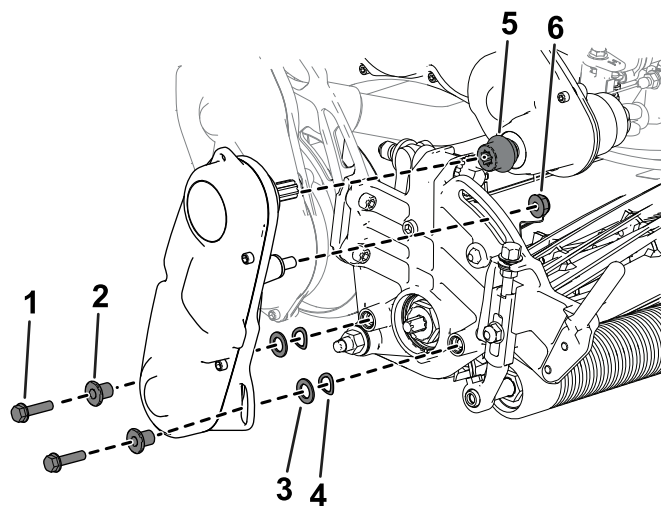

Figura 46
6. Utilize os parafusos de cabeça sextavada interior, anilhas e espaçadores previamente removidos para prender o conjunto da transmissão do cilindro à placa lateral da unidade de corte (Figura 46).
Certifique-se de que o veio da transmissão do cilindro está instalado no acoplador do veio de transmissão (Figura 46).